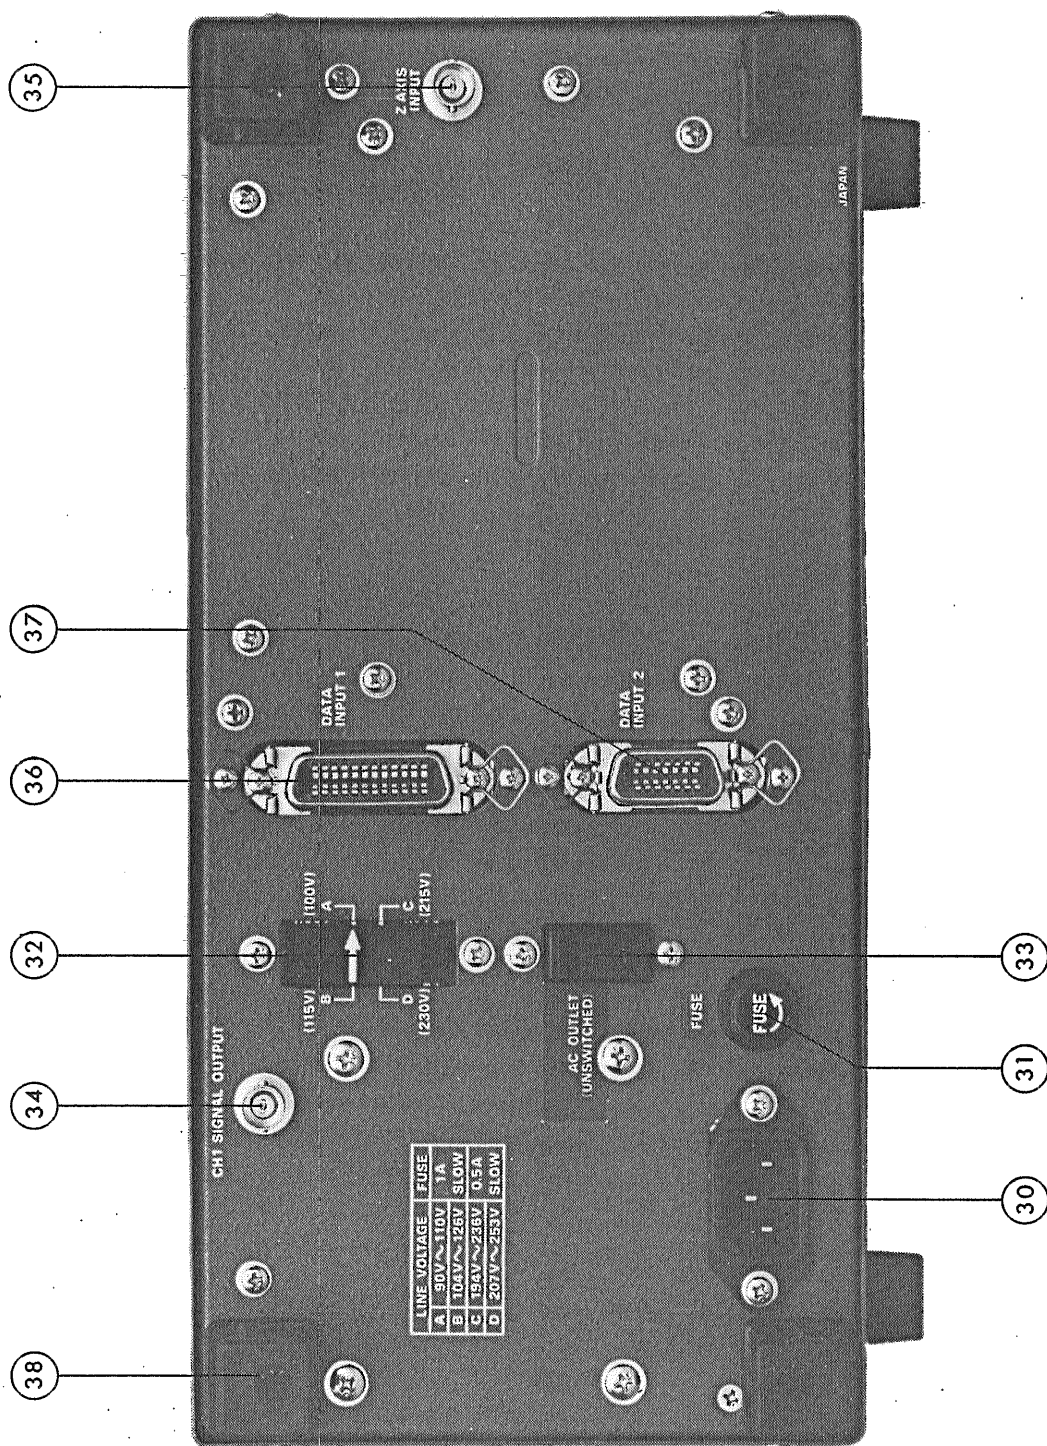

図 4-2 背面パネル
4.2 背面パネルの説明 (図4-2参照)
- ③⑩ 電源コネクタ 本器に電力を供給する電源コード用コネクタです。付属の電源コードを差し込んで使用します。
- ③⑪ FUSE ヒューズホルダでスローブローヒューズを使用します。左へ回転させるとキャップがはずれヒューズが取り出せます。
- ③⑫ 電圧切換プラグ 本器の使用電圧範囲を選ぶコネクタです。使用電源LINEに合わせ電圧切換プラグを矢印に合わせます。
- ③⑬ AC OUTLET 電源LINEのアウトレットです。100VA以下の消費電力を持つ機器の場合使用できます。(UNSWITCHED)
- ③⑭ CH 1 SIGNAL CH 1の信号出力端子です。入力信号の周波数をカウンタ等で測定する時に使用します。
- ③⑮ Z AXIS INPUT 外部からの輝度変調入力端子です。
- ③⑯ DATA INPUT 1 外部コントロール機能の内①機能をコントロールするための外部接続用24PINコネクタです。
- ③⑰ DATA INPUT 2 外部コントロール機能の内②機能をコントロールするための外部接続用14PINコネクタです。
- ③⑱ コード巻 コード巻です。